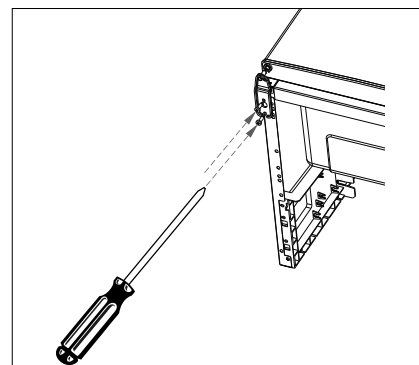

Fig. 12
- ▶ Non serrare a fondo le viti in modo tale che sia possibile allineare la porta del vano congelatore (4). Serrare a fondo le viti solo quando la porta del vano congelatore (4) si chiuderà perfettamente (fig. 12).